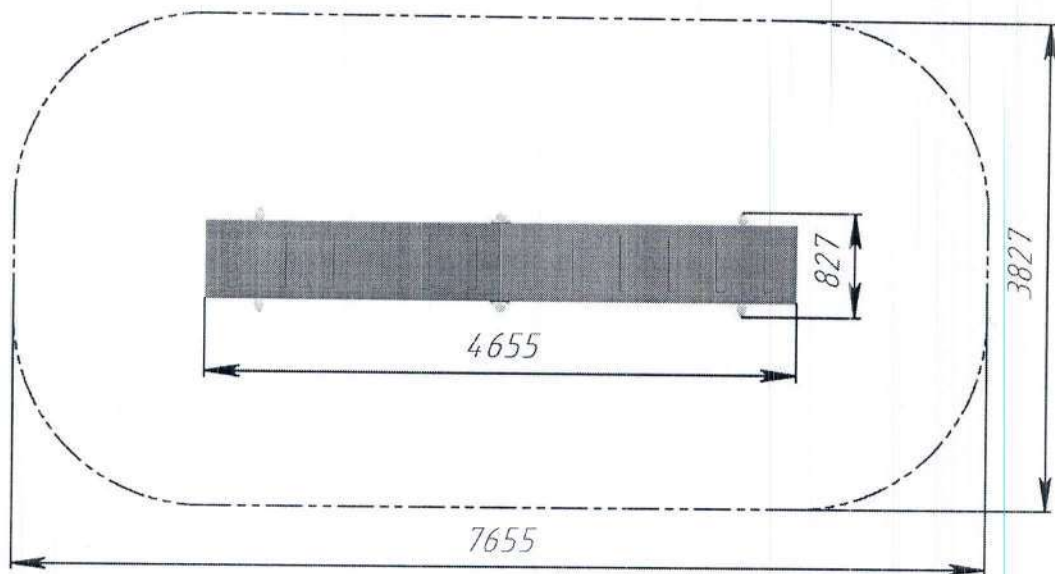

Рис.2 Безопасная зона приземления Эстакады РТР 729Е
12.4. Монтаж эстакады проводится на ровной площадке, свободной от насаждений. Размер площадки должен обеспечить безопасную зону приземления вокруг эстакады в соответствии с рис. 2.